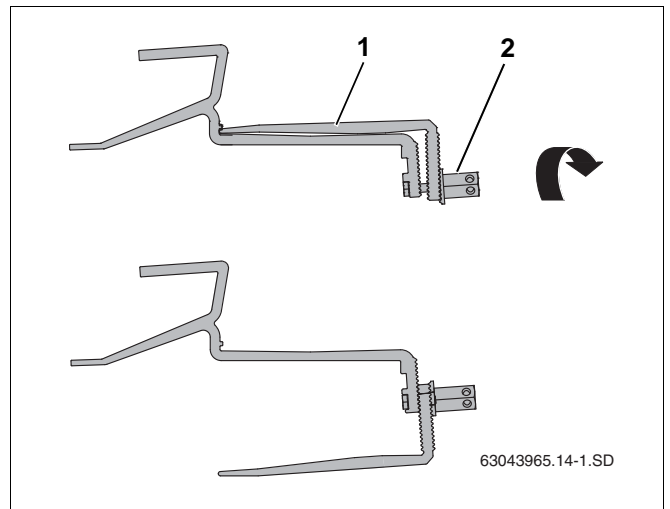

Fig. 12 Tagkrogens underdel drejes
- ▶ Løsn den lange sekskantmøtrik (fig. 12, **pos. 2**) på tagkrogen, og anbring tagkrogens underdel (fig. 12, **pos. 1**) i den rigtige position.